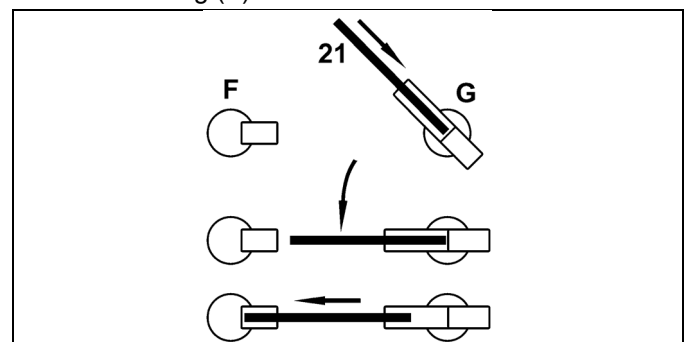

Bild 16: Entnahmeleitung einschieben (Draufsicht)
5. Entnahmerohr (21) an kleinem Winkel (23) montieren, vertikal einschwenken und an zweitem kleinem Winkel montieren, siehe Bild 16, Seite 7. Alle Überwurfmutter (24) handfest anziehen.